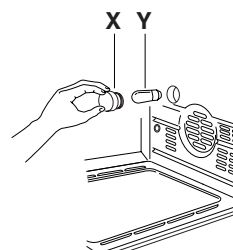

fig. 15
- desenrosque a cobertura protetora de vidro (**X**), girando-a em sentido anti-horário e substitua a lâmpada (**Y**) com uma nova do mesmo tipo (veja a Fig. 15). Reponha a cobertura protetora de vidro (**X**).